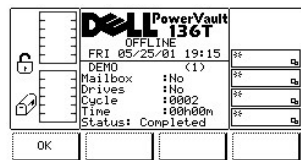

图 109. 维修 > 磁带库 > 自检 > 示范使用次数 > 自检对话框
- 1 如果按下**确定**软键下方的按钮，将应用该字段值并开始“示范”操作。请参考图 109。
- 1 如果按下**确定**软键下方的按钮，将应用该字段值并开始“示范”操作。请参见图 109。
一旦运行循环，测试即会显示结果。请参见图 109。